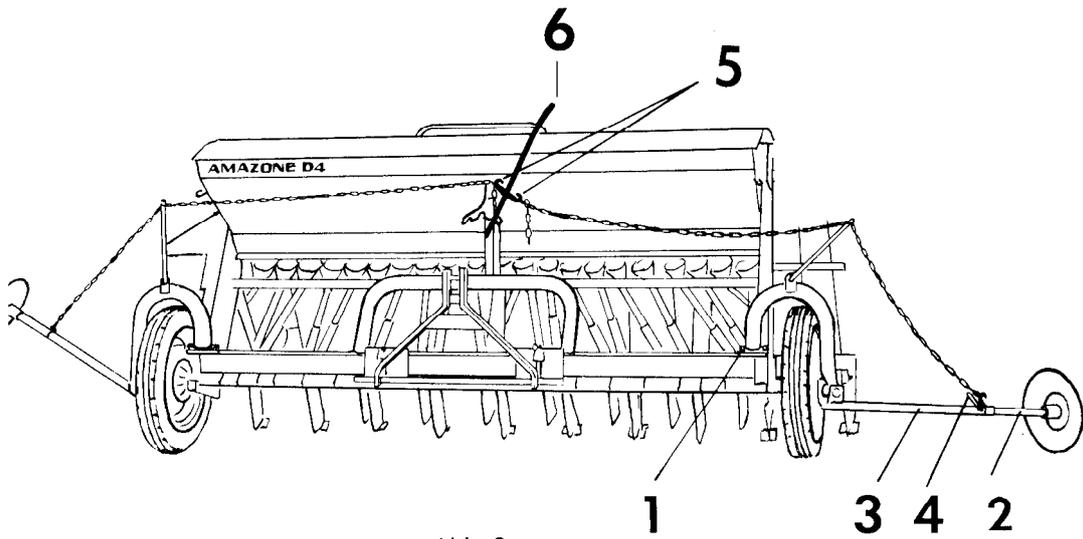

Abb. 2
2. Spurscheiben: (siehe Abb. 2)